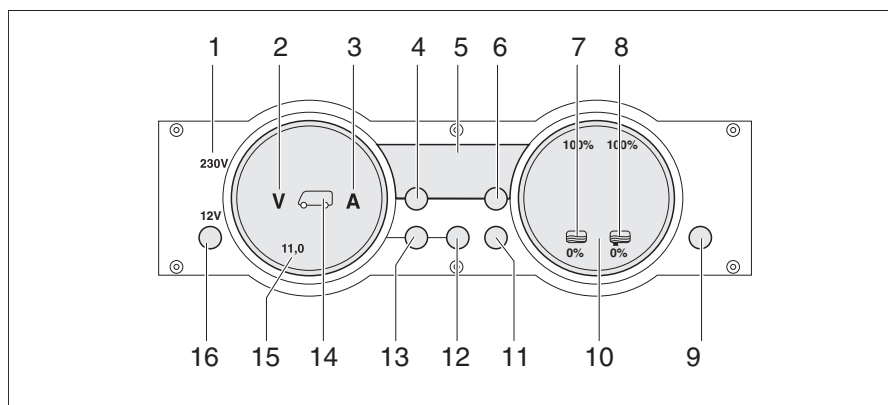

Bild 262 Panel MP 20-S
Die 230-V-Kontroll-Leuchte (Bild 262,1) leuchtet, wenn am Eingang des Elektroblocks Netzspannung vorhanden ist.
Der 12-V-Hauptschalter (Bild 262,16) schaltet das Panel und die 12-V-Versorgung des Wohnraums ein und aus.
- Taste "12 V" (Bild 262,16) kurz drücken. Die 12-V-Versorgung des Wohnraums ist eingeschaltet. Die Kontroll-Anzeige "12 V" leuchtet.
- ▷ Wenn nach dem Einschalten die LED "11,0" der Voltanzeige sowie das Symbol Volt "V" (Bild 262,2) im Anzeigeelement Batterien (Bild 262,15) blinken, dann ist die Spannung der Wohnraumbatterie zu gering. Batterie laden.
- ▷ Wenn nach dem Einschalten die Kontroll-Anzeige "12 V", das Symbol Wohnraumbatterie (Bild 262,14) und das Symbol Volt "V" (Bild 262,2) dreimal blinken, dann ist die Batterietrennung aktiviert. Batterietrennung deaktivieren.
- Taste "12 V" (Bild 262,16) kurz drücken. Die 12-V-Versorgung des Wohnraums ist ausgeschaltet. Die Kontroll-Anzeige "12 V" erlischt.
- Taste Wohnraumbatterie (Bild 262,12) drücken und ca. 10 Sekunden lang gedrückt halten. Die Symbole Volt "V" (Bild 262,2) und Ampere "A" (Bild 262,3) blinken dreimal. Die Wohnraumbatterie ist vom 12-V-Bordnetz getrennt.
- Taste "12 V" (Bild 262,16) drücken und ca. 5 Sekunden lang gedrückt halten. Das Symbol Volt "V" (Bild 262,2) blinkt dreimal. Die Wohnraumbatterie ist mit dem 12-V-Bordnetz verbunden. Die Kontroll-Anzeige leuchtet nach ca. 2 Sekunden.
- Taste Wohnraumbatterie "☰" (Bild 262,12) drücken. Das Symbol Volt "V" (Bild 262,2) leuchtet. Das Symbol Ampere "A" leuchtet je nach Ladung oder Entladung weiß bzw. rot. Die Batteriespannung und der Strom der Wohnraumbatterie werden über die LEDs im Anzeigeeinstrument angezeigt.
- Taste Starterbatterie "☰" (Bild 262,13) drücken. Das Symbol Volt "V" (Bild 262,2) leuchtet. Die Batteriespannung der Starterbatterie wird über die LEDs im Anzeigeeinstrument angezeigt.
- Taste Tanks "" (Bild 262,11) drücken. Die Symbole Wassertank "" (Bild 262,7) und Abwassertank "" (Bild 262,8) leuchten. Die Füllstände des Wassertanks (linke Skala) und des Abwassertanks (rechte Skala) werden über die LEDs im Anzeigeeinstrument angezeigt.
Das Symbol Volt "V" (Bild 262,2) und die LED "11,0" blinken, sobald die Spannung der Batterie 11 V (Messung bei laufendem Betrieb) unterschreitet und damit Tiefentladung droht.
Das Symbol Wassertank  (Bild 262,7) oder das Symbol Abwassertank  (Bild 262,8) blinkt, wenn der Wassertank leer oder der Abwassertank voll ist.